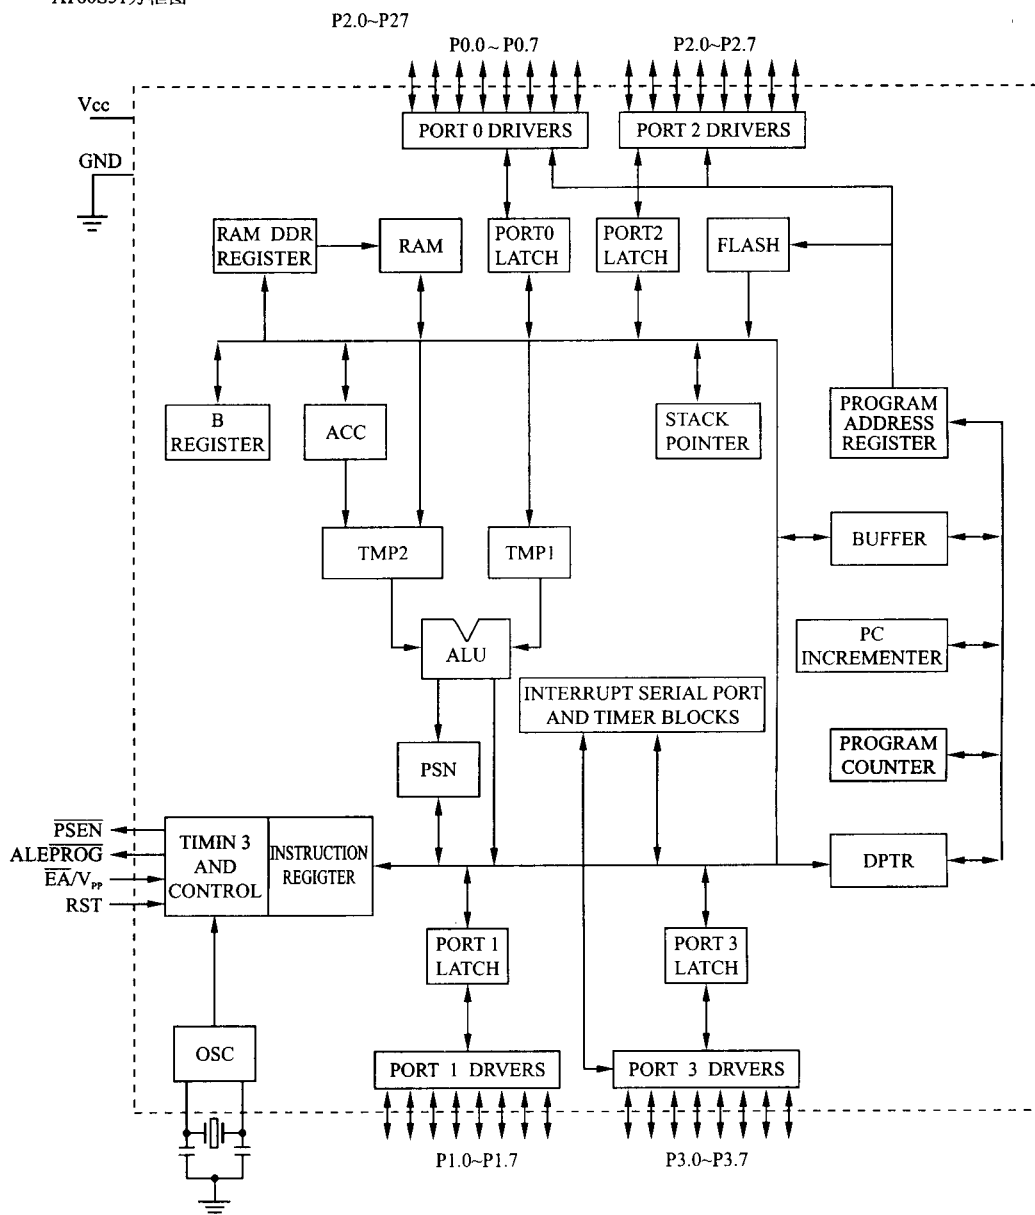

图 2-2 89551 的基本组成
(1) MCS-51 单片机的基本组成部分:中央处理器 CPU、数据存储器 RAM、程序存储器 ROM、定时器/计数器和各种 I/O 接口电路等。如图 2-2 所示。